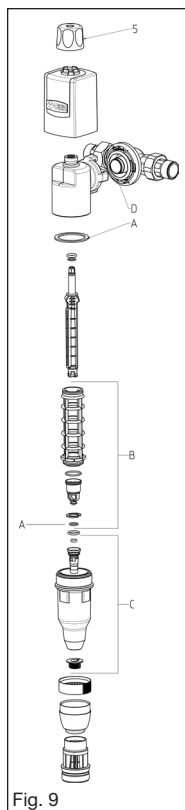

Fig. 9
- Eléments d'étanchéité (A fig 9)
- Élément filtrant (B fig 9)
- Bol transparent (C fig 9) tous les 15 ans
- Joints toriques pour baïonnette (D fig 9) tous les 15 ans